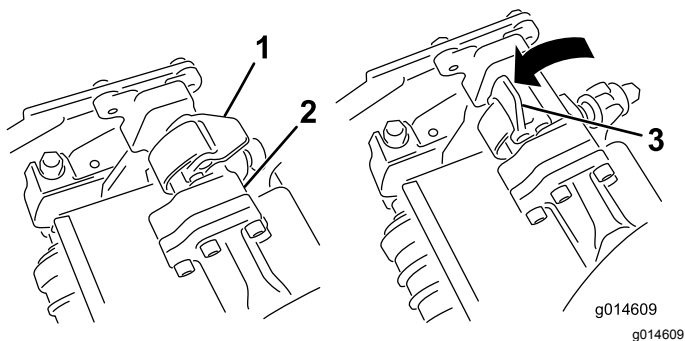
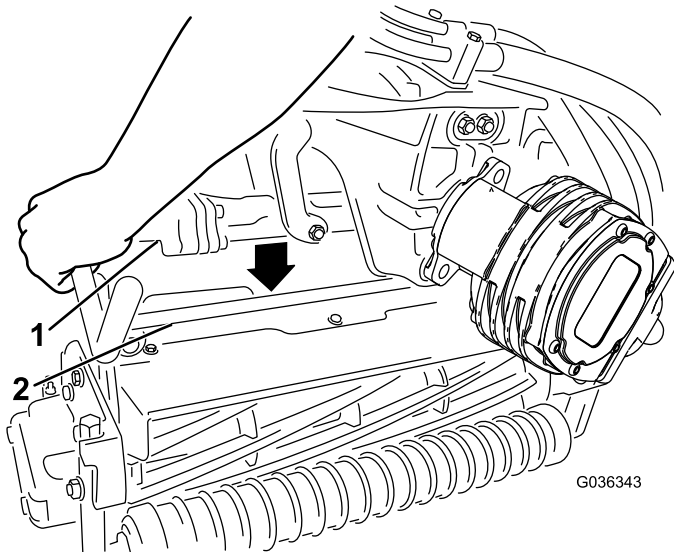

Bild 53
Bild 54
4. Die Riegel an der Aufhängearmstange müssen nach oben zeigen (d. h. offen) (Bild 53); drücken Sie den Aufhängearm dann so nach unten, dass die Stange über die Stange an der Oberseite der Schneideinheit passt (Bild 54).
5. Drücken Sie die Riegel nach unten um die Schneideinheitstange herum und arretieren sie (Bild 53).
5. Öffnen Sie die Riegel an der Aufhängearmstange der Schneideinheit, die Sie entfernen möchten (Bild 53).